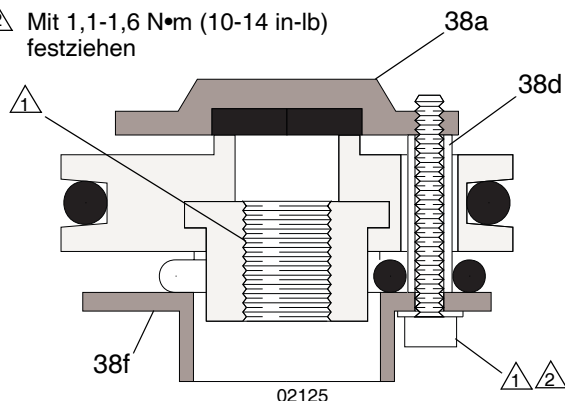

ABB. 12
- Wenn einer der Abstandsringe (38d) der Ventilplatten beschädigt ist, müssen alle drei Abstandsringe ausgewechselt werden, um den richtigen Abstand zwischen den Ventilplatten (18a, 18f) und den Sitzen zu gewährleisten. Siehe ABB. 12.